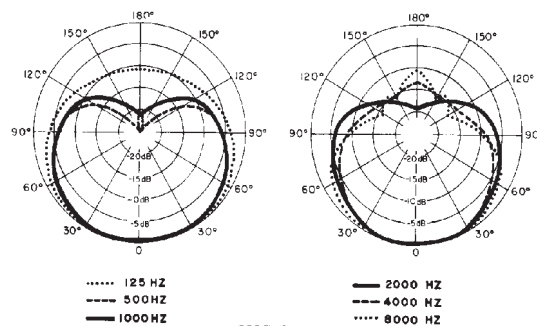

РИС. 2
**Диаграмма направленности:** Кардиоидная (однаправленная), с осевой симметрией (см. Рис. 2)